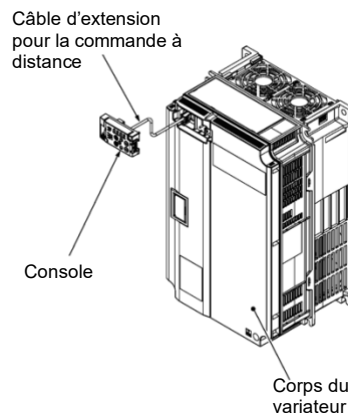

Figure 2.3-3 Commande manuelle de la console à distance
- Commande manuelle à distance (cf. Figure 2.3-3)